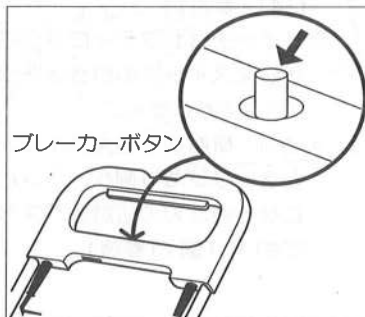

図12
- ④ 本機を元に戻して、電源プラグをコンセントに差し込んでください。
- ⑤ ブレーカーのボタンを押してください。(図12参照)
- ⑥ スイッチの引き金を引いて、モーター起動の確認をしてください。